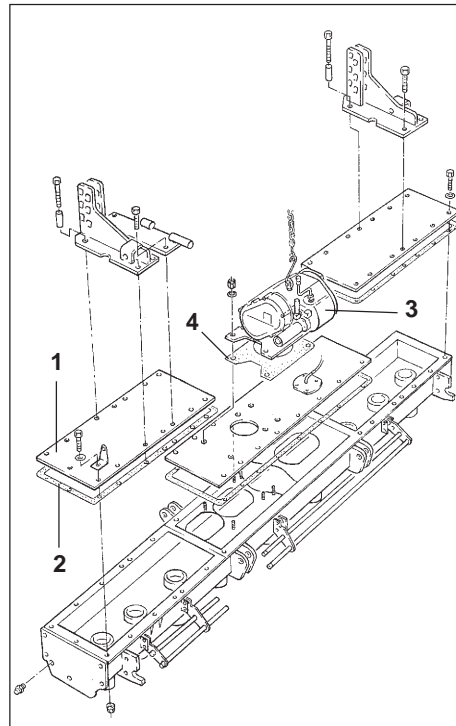

Fig. 19.19
- Stirnradwannendeckel (Fig. 19.19/1) mit **neuen** Deckeldichtungen (Fig. 19.19/2) und Getriebe (Fig. 19.19/3) mit **neuer** Deckeldichtung (Fig. 19.19/4) montieren